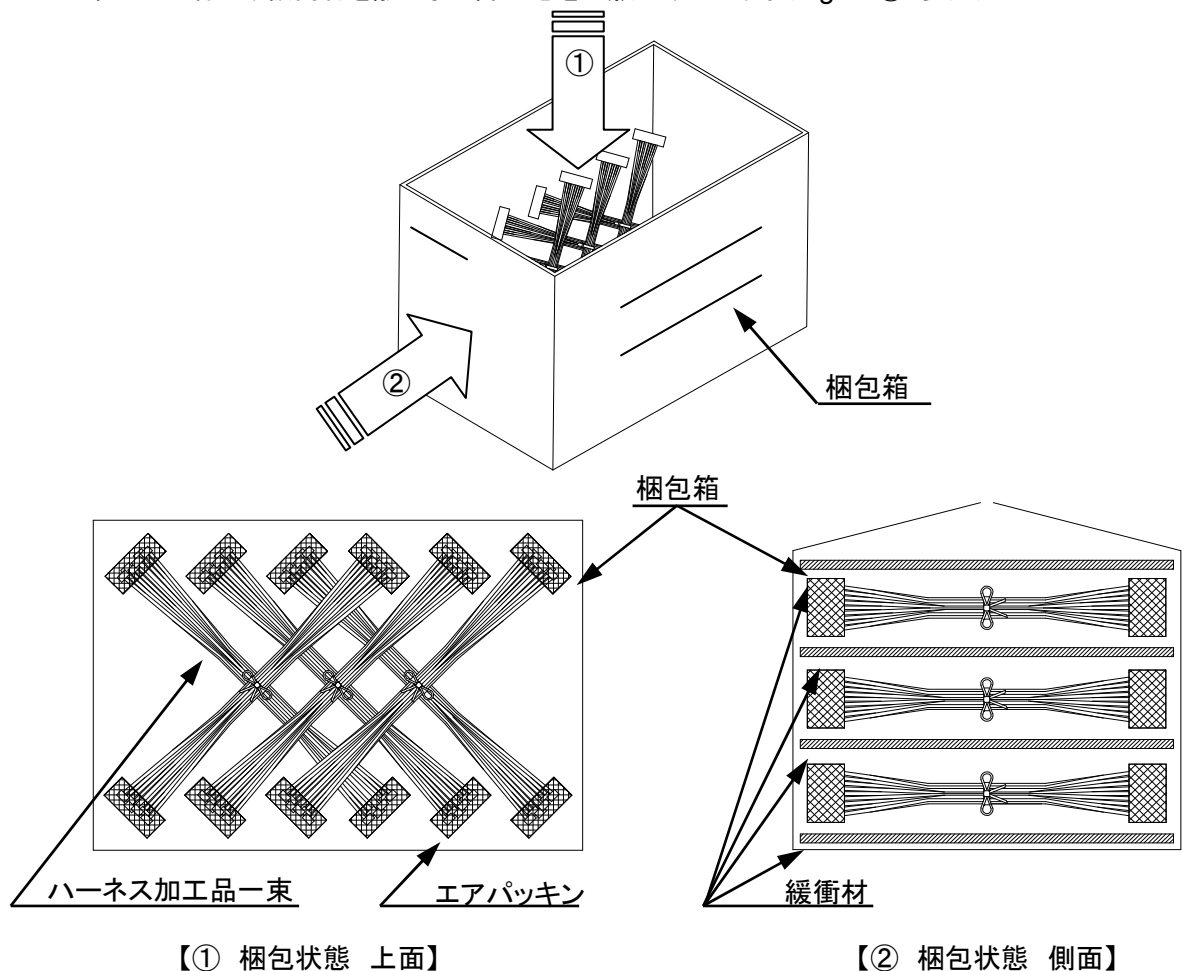

Fig.8 梱包状態図
尚、下図 (Fig. 8) は推奨参考例ですが、ハーネス長が長いなどの理由で他の梱包方式でご使用される場合にも段積みによる荷重等の負荷がコネクタに長時間加わらない様ご配慮をお願い致します。
※ハーネス加工品の束を梱包箱に入れる際、積み重ねによる荷重等の負荷がコネクタに長時間加わらない様に、箱に合わせた形で製品を交互 (十字型) に重ね合わせて下さい。(Fig.8 ① 参照)
※梱包箱底面には、緩衝材等を敷いて下さい。また、段積みによる荷重等の負荷がコネクタに長時間加わらない様に、緩衝材を敷く等の御配慮をお願い致します。(Fig.8 ② 参照)